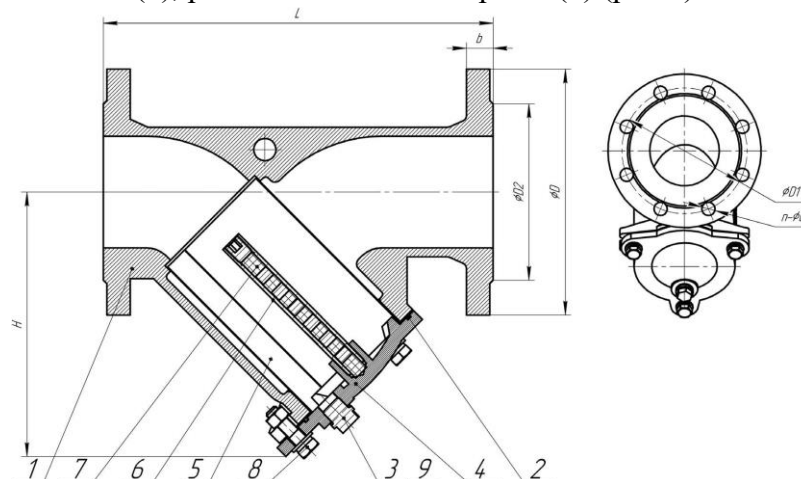

Рис. 1.
1.2.6. Основные размеры и массогабаритные характеристики приведены на рис.1, в табл.2. Допустимое отклонение от указанной массы – 5%.
1.3.1. Основные элементы конструкции фильтра приведены в табл.1, на рис.1.
1.3.2. Принцип действия фильтра основан на улавливании механических примесей внутренней поверхностью фильтрующего элемента сетки (5) с осаждением этих примесей на дне осадочной камеры корпуса (1) с крышкой (4) и ферромагнитных включений наружной поверхностью магнитов (7), расположенных в стержне (6) (рис.1).